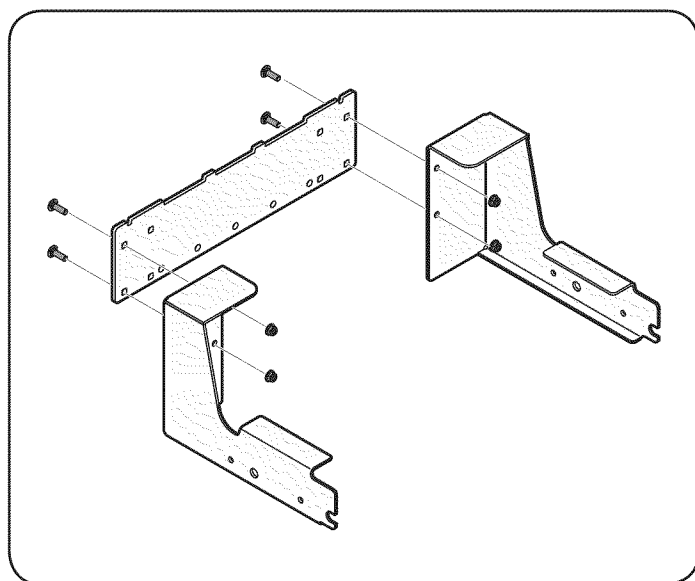

Figura 1
Para armar el conjunto de montaje de la embolsadora, localice las piezas de montaje de soportes, tal como se muestra en la Figura 1, y siga estos pasos:
1. Acople las dos ménsulas laterales de enganche a la ménsula de acoplamiento trasera usando cuatro pernos de carro 710-0276 y tuercas de seguridad con brida 712-04063 del paquete de elementos de ferretería 689-00320. Vea la Figura 1.